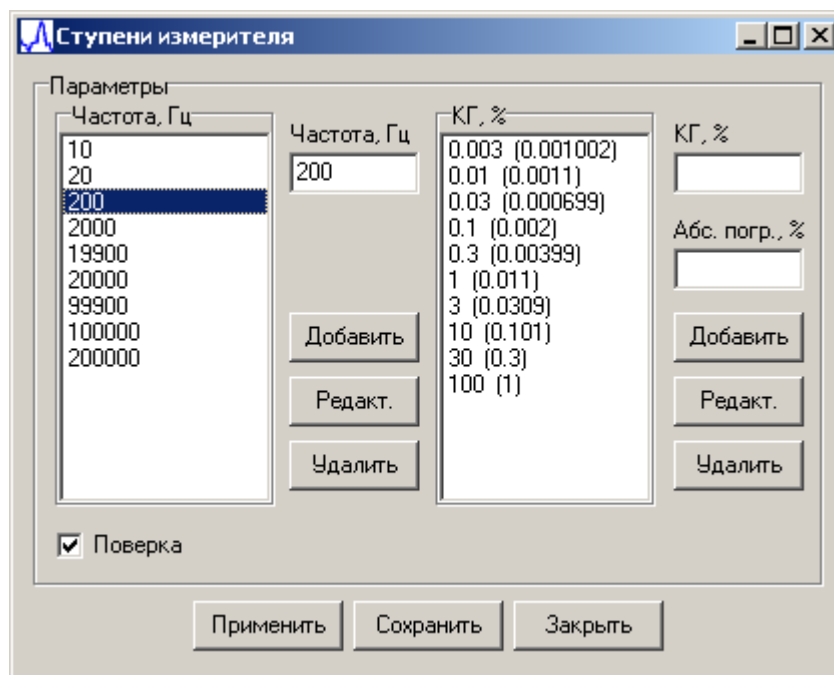

Рисунок 24. Окно редактирования параметров ступеней измерений в пакетном режиме
5.5.7 Окно редактирования параметров ступеней измерений в пакетном режиме (см. рисунок 24) служит для редактирования существующего или создания и записи нового файла параметров ступеней измерений в пакетном режиме. Окно содержит следующие элементы:
6.5.2 Для работы с пользовательскими данными (см. рисунок 21) необходимо загрузить или создать конфигурационный файл с параметрами ступеней измерений. При нажатии на кнопку «Загрузка» (см. рисунок 21) будет отображен стандартный диалог Windows загрузки файла, где необходимо указать файл с параметрами ступеней измерений. При нажатии на кнопку «Редакт.» будет показано окно создания и редактирования параметров ступеней измерений (см. рисунок 24). При этом, если первоначально был загружен файл с параметрами ступеней, в окне создания и редактирования параметров будут отображаться загруженные настройки. Их можно редактировать. При отсутствии загруженного файла для запуска процесса измерений необходимо создать этот файл, для чего выполнить указанные ниже операции.